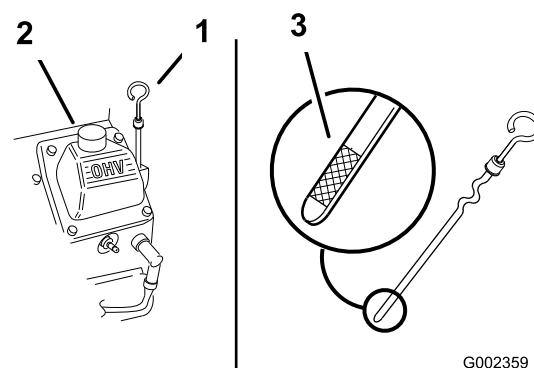

Рисунок 16
2. Очистите поверхность вокруг масляного щупа (Рисунок 16), чтобы загрязнения не могли попасть в заливное отверстие и привести к повреждению двигателя.
3. Выньте масляный щуп, дочиста вытрите его и затем снова вставьте до упора (Рисунок 16).
Уровень масла должен быть у отметки Full («Полный») на металлическом конце масляного щупа (Рисунок 16).
5. Если уровень масла ниже метки Full («Полный»), снимите крышку заливной горловины (Рисунок 16) и добавляйте масло, пока его уровень не достигнет отметки Full («Полный») на щупе. **Не допускайте переполнения.**
2. Расфиксируйте и снимите кожух ремня (Рисунок 16).